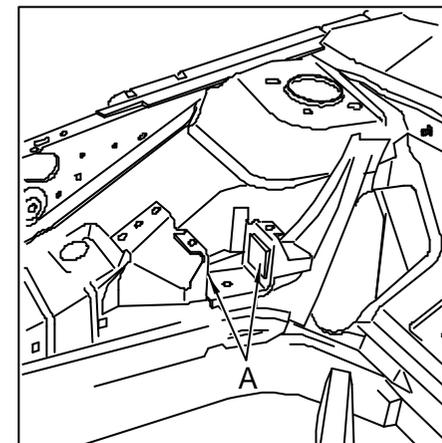

Fig. 13
- Les deux renforts (Rep. A, Fig. 13), sont à souder à l'aide d'un " Mig ", sur la tôle du support moteur droit servant d'appui aux butées latérales suivant le schéma ci-dessus.